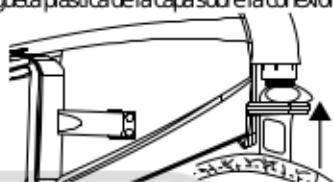

Figura 11
- Alinee la lengüeta plástica de la capa sobre la conexión del tubo de respiración (Figura 11).